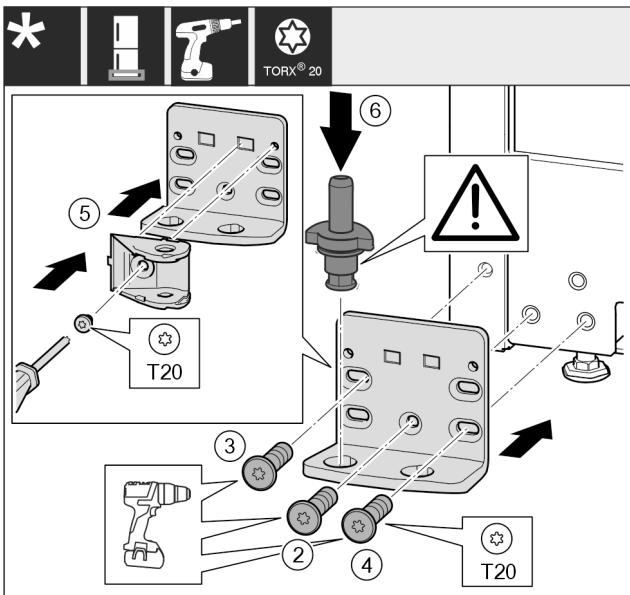

Fig. 21 \*
- Lagerbock auf der anderen Seite ansetzen und mit Hilfe eines Schraubendrehers anschrauben. Mit der Schraube Fig. 21 (2) unten in der Mitte beginnen.\*
- Schraube Fig. 21 (3) und Schraube Fig. 21 (4) fest-schrauben.\*